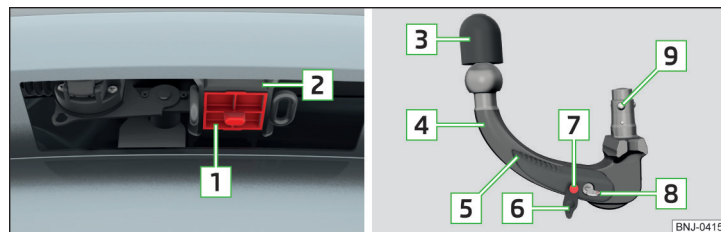

Fig. 232 Presa del dispositivo di traino / Testa sferica
Presenza del dispositivo di traino e testa sferica » fig. 232
- Rimuovere la calotta di copertura per il pozzetto di alloggiamento **1** estraendola verso il basso » fig. 232 a pag. 201.
- Inserire la calotta di copertura **1** » fig. 232 a pag. 201 sul pozzetto di alloggiamento.